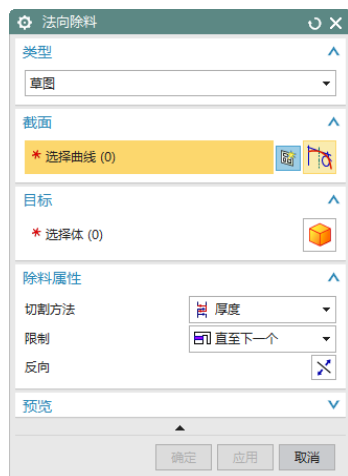

图 6-73 “法向除料”对话框
(1) 选择“菜单(M)”→“插入(S)”→“切割(T)”→“法向除料(N)”, 或者单击“主页”选项卡“特征”面组上的“法向除料”按钮, 打开如图 6-73 所示“法向除料”对话框。